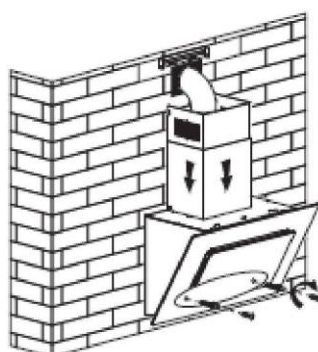

Rys. 4
5. Zawieś okap na haku. Patrz rys. 4.